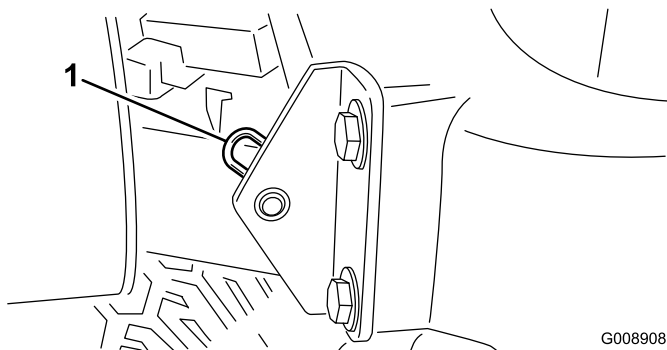

Figura 46
- Retire el pasador que fija el pivote del capó a los soportes (Figura 46).